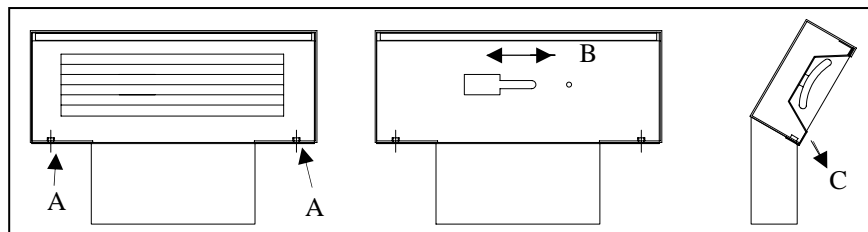

Fig. 5
- (FR) Déposer le bloc lampe, en exerçant une traction de bas en haut. Dévisser les vis **A** (fig. 5). Extraire le déflecteur support de lampe suivant **B**. Extraire la lampe suivant **C** après avoir enlever son agrafe.. Débrancher les fils d'alimentation du bloc porcelaine.
- (GB) Pull up to remove lamp unit. Loosen screws **A** (fig. 5). Remove the lamp unit deflector **B**. Remove staple and take out the lamp **C**. Disconnect supply wires at the porcelain unit.
- (NL) Trek de lampeenheid omhoog naar buiten. Neem de schroeven **A** (fig. 5) los. Verwijder de lampeenheid en de stralingsdeflector **B**. Verwijder de pen en vervolgens de lamp **C**. Neem de voedingsdraden los aan het porseleinen blok.